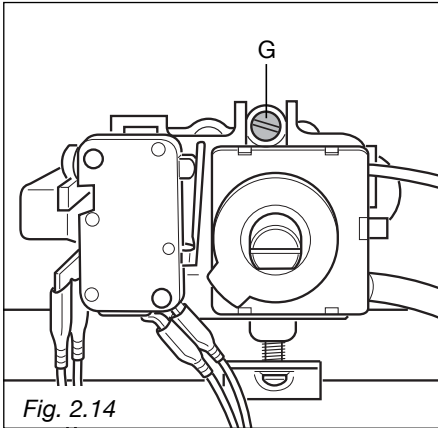

Fig. 2.14
- Enlevez le bouton et dévissez la vis de dérivation « G » (fig. 2.14) environ trois fois en passant un petit tournevis plat (lame de Ø 3 mm, longueur de 100 mm) à travers l'ouverture du panneau.
- Après avoir enlevé à nouveau le bouton et en faisant attention de ne pas tourner la tige du robinet, vissez lentement les vis de dérivation « G » (fig. 2.14) jusqu'à l'obtention d'une flamme d'une hauteur de 3 à 4 mm.